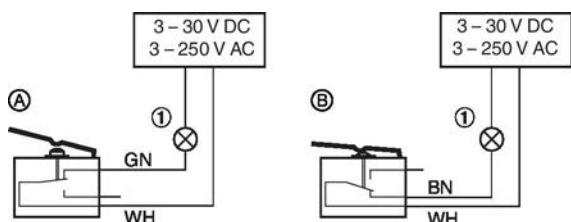

Fig. 39: Ejemplo de cableado del final de carrera
- Los interruptores de final de carrera se conectan siguiendo el esquema de conexión Fig. 39